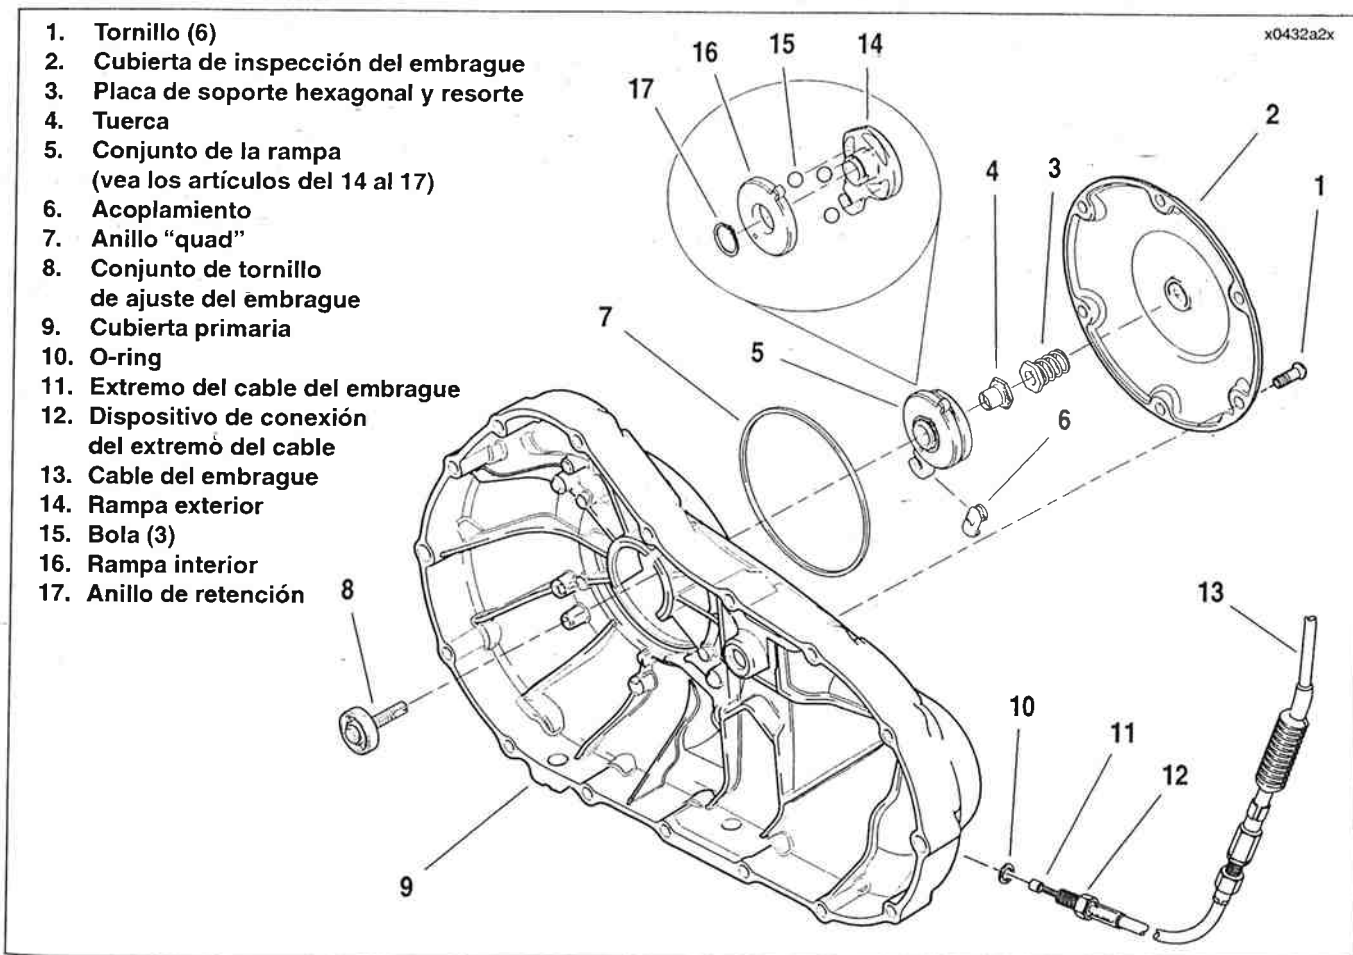

Figura 2-148. Mecanismo de liberación del embrague
4. Vea la Figura 2-148. Quite seis tornillos (1) y la cubierta de inspección del embrague (2). Tenga cuidado de no dañar ni desalojar el anillo "quad" (7) de la ranura en la cubierta primaria (9).
2. Vea la Figura 2-148. Instale un o-ring **nuevo** (10) sobre el dispositivo de conexión del extremo de cable (12) en la sección inferior del cable del embrague (13). Enrosque el dispositivo de conexión en la cubierta primaria (9). Apriete a 4,1-6,8 N·m (36-60 lb-pulg.).
3. Ajuste el acoplamiento (6) sobre el extremo del cable (11) con el lado redondeado hacia adentro y el botón conector de la rampa hacia afuera. Con el lado del anillo de retención del conjunto de la rampa (5) hacia adentro, coloque el gancho de la rampa alrededor del botón de acoplamiento y gire el conjunto a la izquierda hasta que la lengüeta en la rampa interior (16) encaje en la ranura de la cubierta primaria.
4. Enrosque la tuerca (4) en el tornillo de ajuste (8) hasta tener acceso a la ranura del tornillo con un destornillador. Ajuste la tuerca hexagonal en la hendidura de la rampa exterior (14) y gire el tornillo de ajuste a la izquierda.
6. Vea la Figura 2-148. Compruebe que el anillo "quad" (7) esté completamente asentado en la ranura de la cubierta primaria (9). Instale la cubierta de inspección del embrague (2) y asegure con seis tornillos (1). Apriete los tornillos a 9,5-12,2 N·m (84-108 lb-pulg.) en un patrón cruzado.